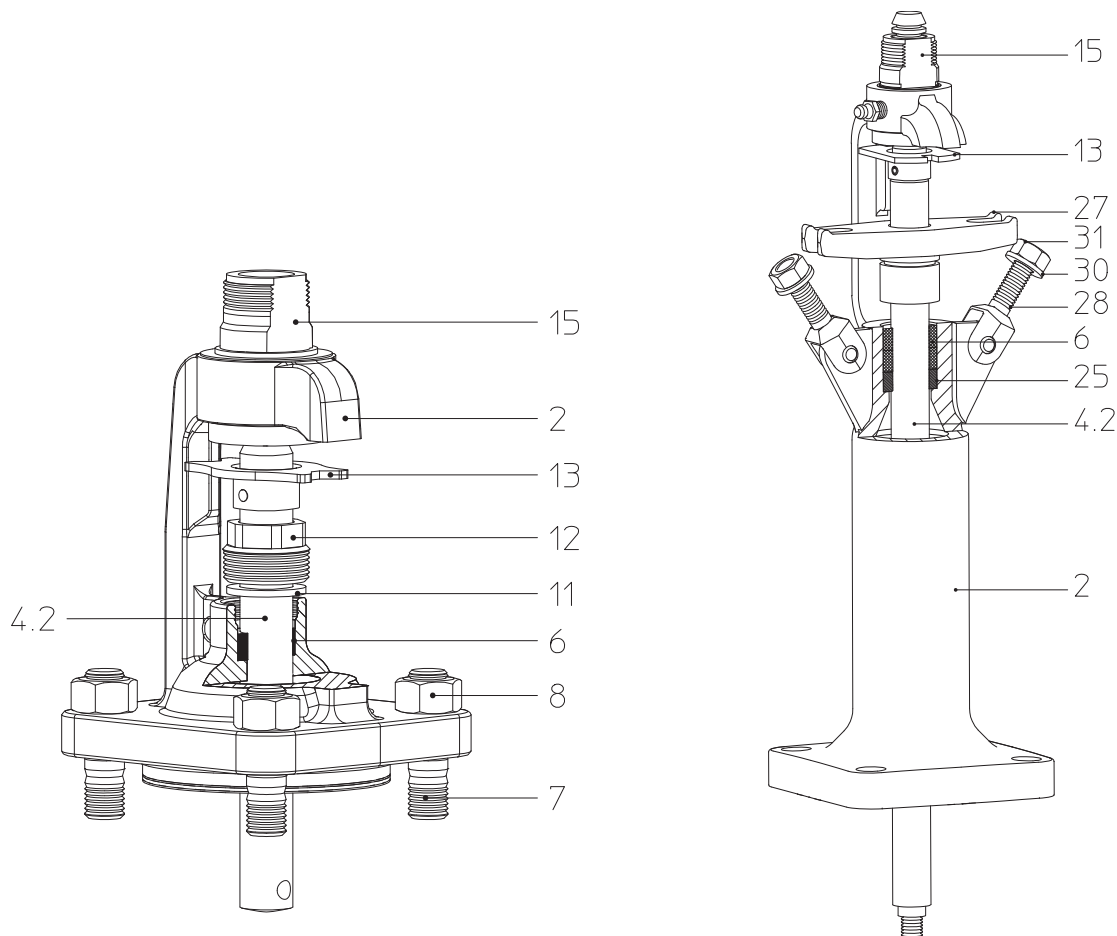

Fig. 11 FABA®-Plus:
Om spindeln (pos. 4.2) är otät ska packboxens muttern (pos. 12) dras åt tills det är tätt (Fig. 11). Överdelen måste bytas ut!
| Tung manövrering / armaturen kan inte öppnas                            | Torr spindel (Pos. 4.2; Fig. 12 - Fig. 11)                                                | Smörj spindeln (Pos. 4.2; Fig. 12 - Fig. 11), (smörjmedel: se sidan 10)                                         |
|                                                                         | Packboxen (Pos. 12; Fig. 11) löst                                                         | Drag åt packboxen (Pos.12; Fig. 11) tills det blir tätt. Byt ut överdelen                                       |
|                                                                         |                                                                                           | Byt vid behov ut packboxens packning (pos. 6) Beakta säkerhetsanvisningarna (Fig. 12 - Fig. 11)                 |